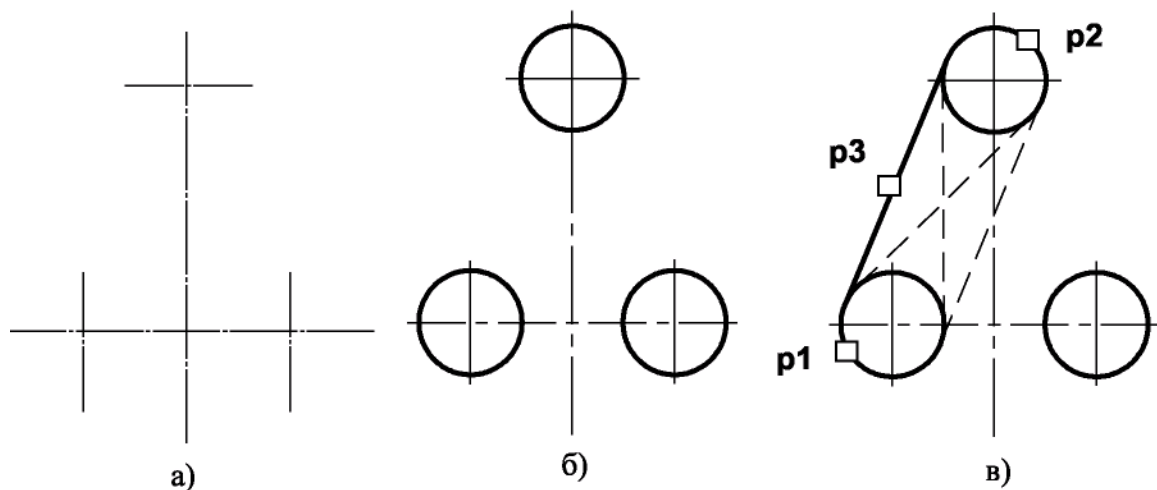

Рис. 2.1. - Построение касательных к двум окружностям
Построение касательных к двум окружностям заданных радиусов представлено на рис. 2.1. Вначале рекомендуется изобразить осевые линии, задающие центры окружностей (см. рис. 2.1а). Далее необходимо изобразить сами окружности, к которым строится касательная прямая (рис. 2.1б).
2. Указать графическим курсором произвольную точку (точка **p1**) на первой окружности, к которой должна быть проведена касательная прямая (рис. 2.1 в).
3. Указать графическим курсором произвольную точку (точка **p2**) на второй окружности, к которой должна быть проведена касательная прямая (рис. 2.1 в).
4. Выбрать курсором нужную касательную на графической зоне и щелкнуть по кнопке  - **Создать объект** панели специального управления (точка **p3**) (рис. 2.1 в).